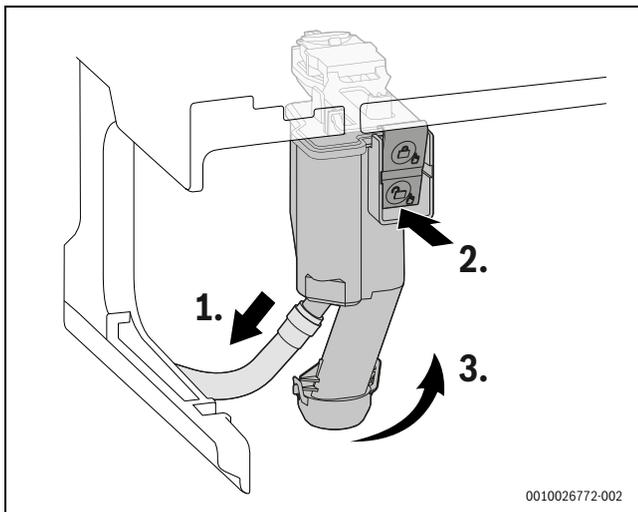

Fig. 136 Démontez le siphon des condensats
- ▶ Retirer le siphon de condensats de l'appareil (→ Figure 136, Page 66).